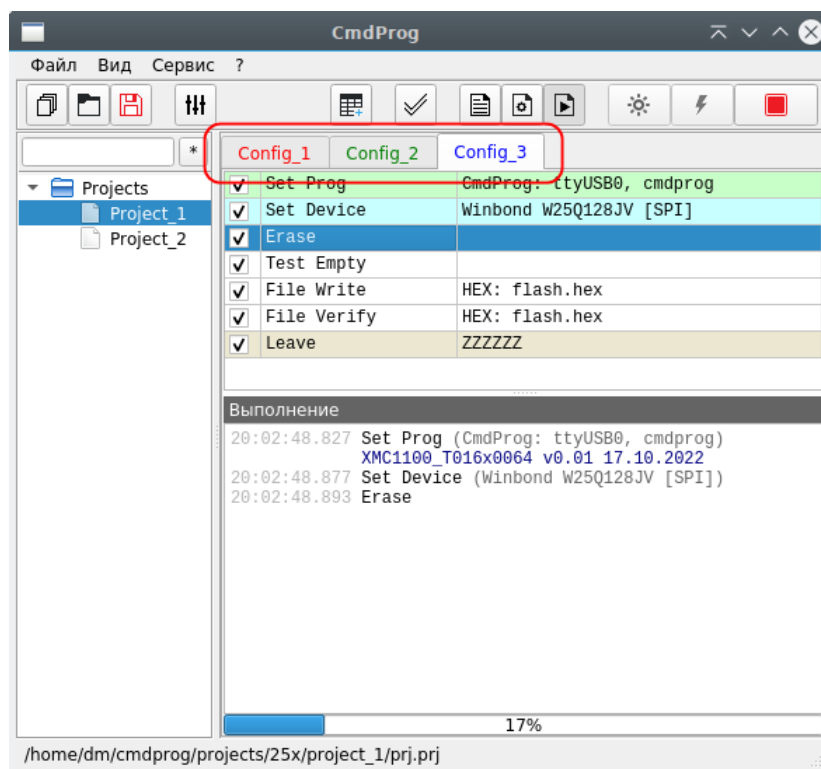

Рисунок 6.2. Главное окно программы
6.3.6. Программное обеспечение позволяет работать с несколькими программаторами поочередно или одновременно, используя конфигурации. Каждому программатору назначается свой последовательный порт (COM-порт). При программировании устройства (выполнении конфигурации), индикация на плате программатора будет дублироваться подсвечиванием имени конфигурации соответствующим цветом (см. рисунок 6.2):